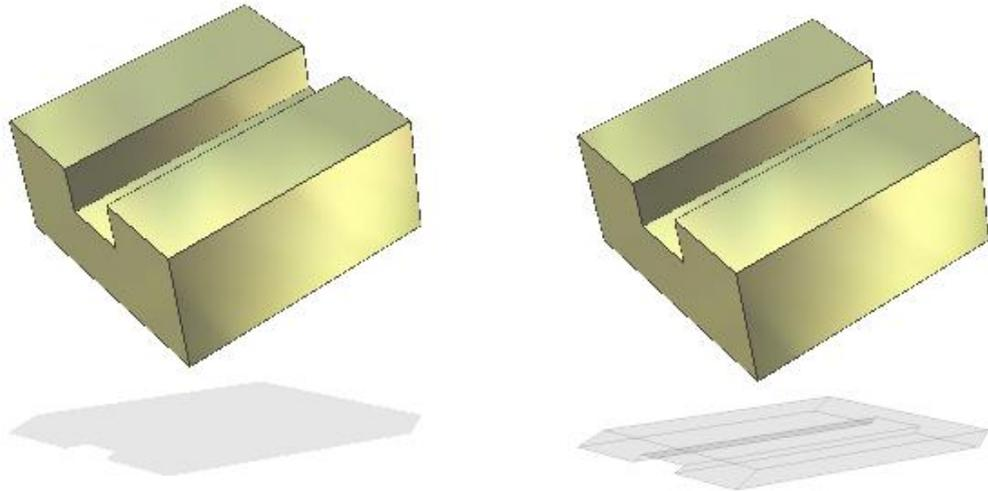

Figura 18. Opción sombras.
- **Sombras:** Representada mediante la figura . Permite mostrar la sombra que producirá una determinada pieza. Como se representa en la figura 18.